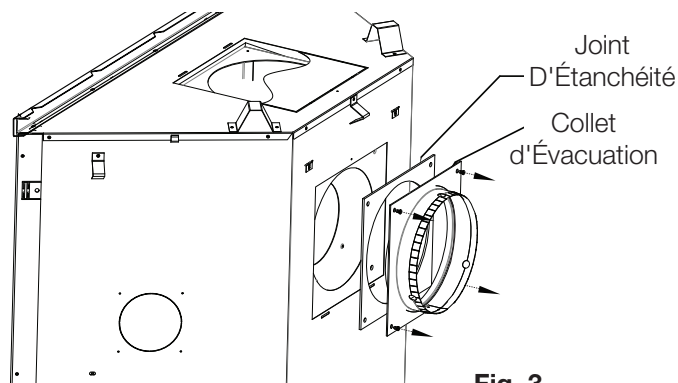

Fig. 3
- H.** Installez l'assemblage du collet de 7", complet avec le joint d'étanchéité sur le panneau arrière autour du collet de 4" (101,6mm) avec les vis fourni (**Fig. 3**).